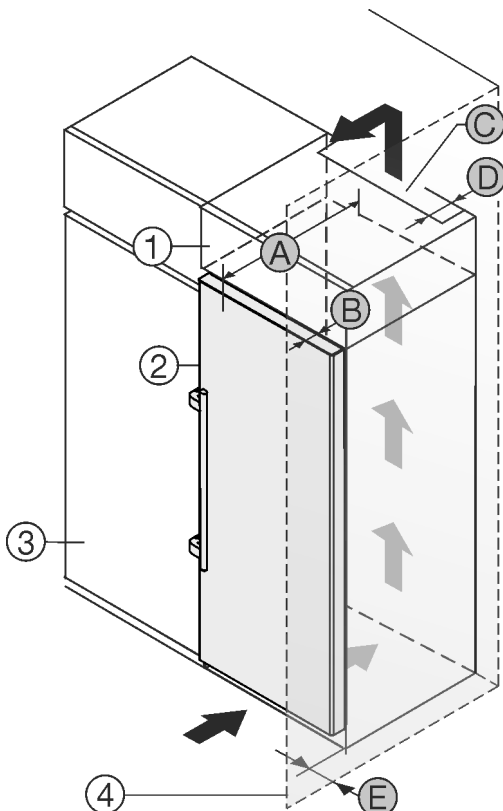

Fig. 2
Установите устройство непосредственно рядом с кухонным шкафом Fig. 2 (3)\*.
На задней стенке дополнительного шкафчика должен быть вентиляционный канал с глубиной Fig. 2 (D) по всей ширине этого шкафа.\*
Нужно соблюдать вентиляционное отверстие Fig. 2 (C) под нижней панелью.\*
Если устройство установлено на шарнирах у стены Fig. 2 (4), то расстояние между устройством и стеной должно быть не менее 57 мм. Настолько выступает ручка при открытой дверце.\*
Чтобы можно было полностью открыть двери, устройство должно выступать на глубину двери Fig. 2 (B) относительно передней стенки кухонного шкафа. В зависимости от глубины кухонных шкафов Fig. 2 (3) и использования пристенных распорок устройство может выступать и больше.\*